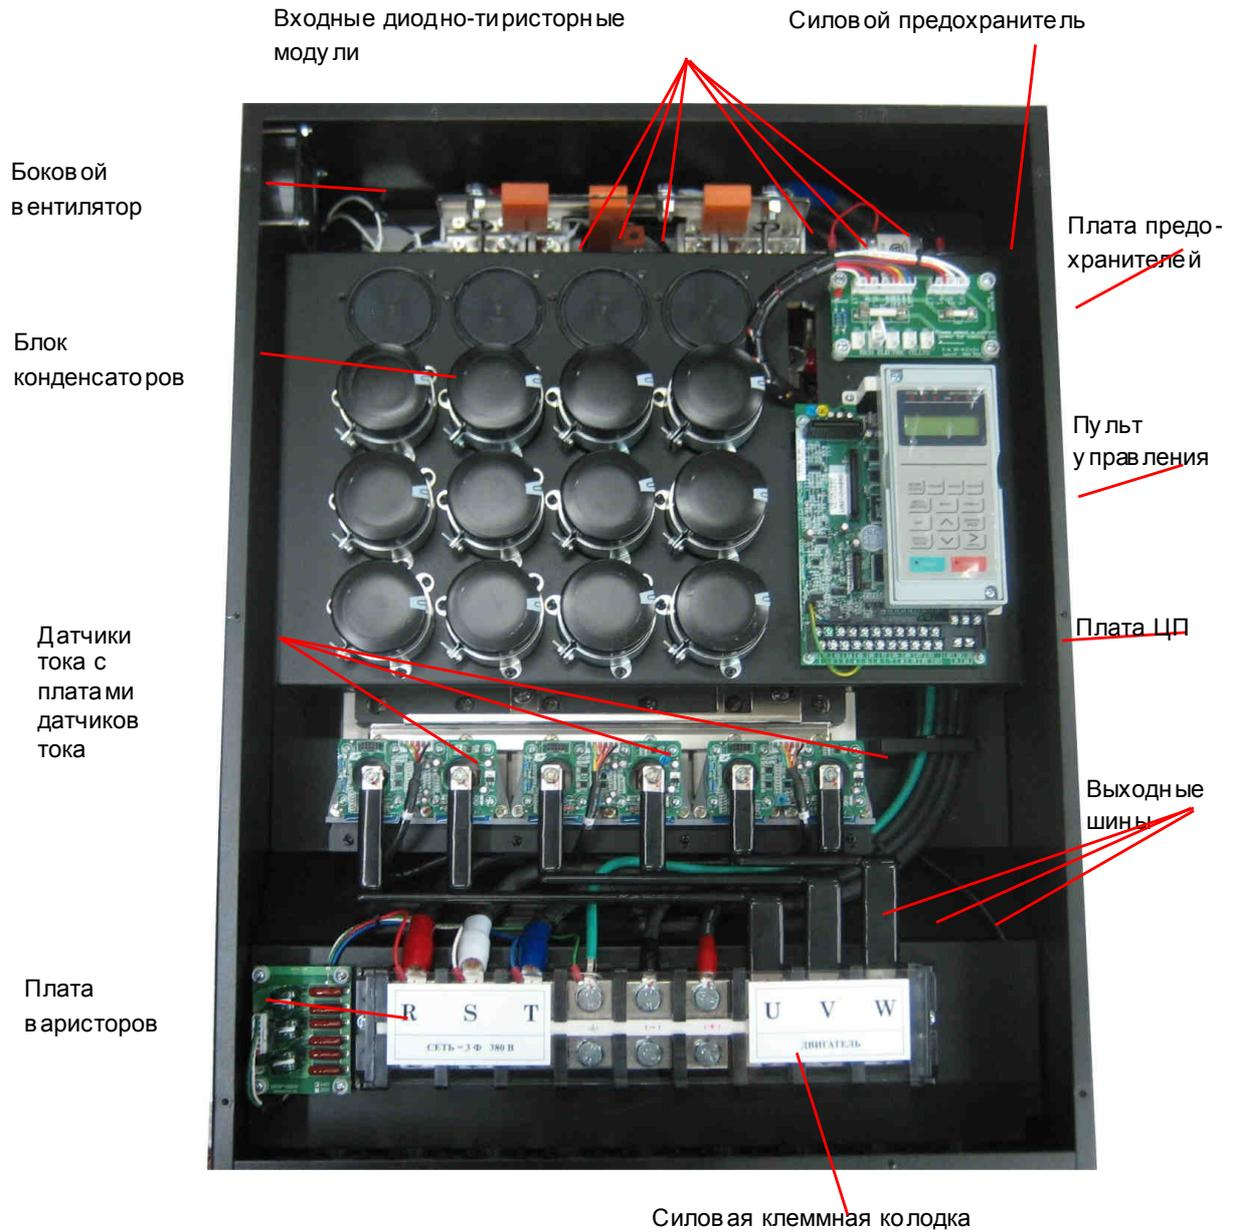

Рис. 4.3.
4.5.1. Общий вид преобразователей частоты EI-901 1-125Н, -150Н со снятой верхней крышкой и расположение элементов внутри ПЧ представлены на рис. 4.3.